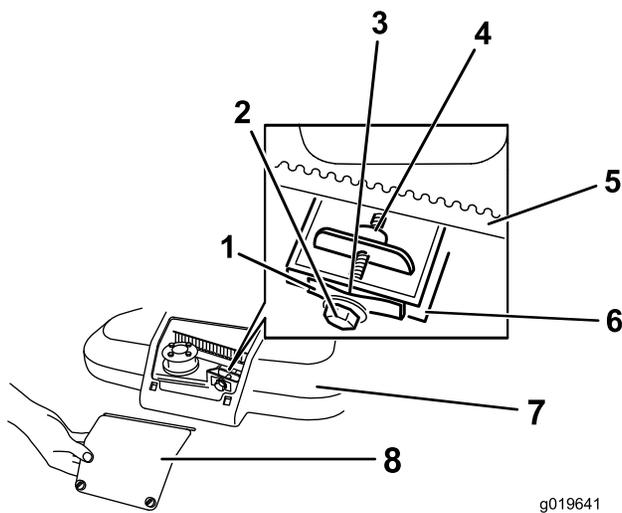

Figura 34
1. Desaperte os dois parafusos no painel de acesso da cobertura da correia e retire o painel (Figura 34).
Nota: Se existir uma folga visível entre o apalpa-folgas e a mola, aperte o parafuso de ajuste e a porca até que o apalpa-folgas mal se desloque livremente dentro e fora da folga (Figura 34).